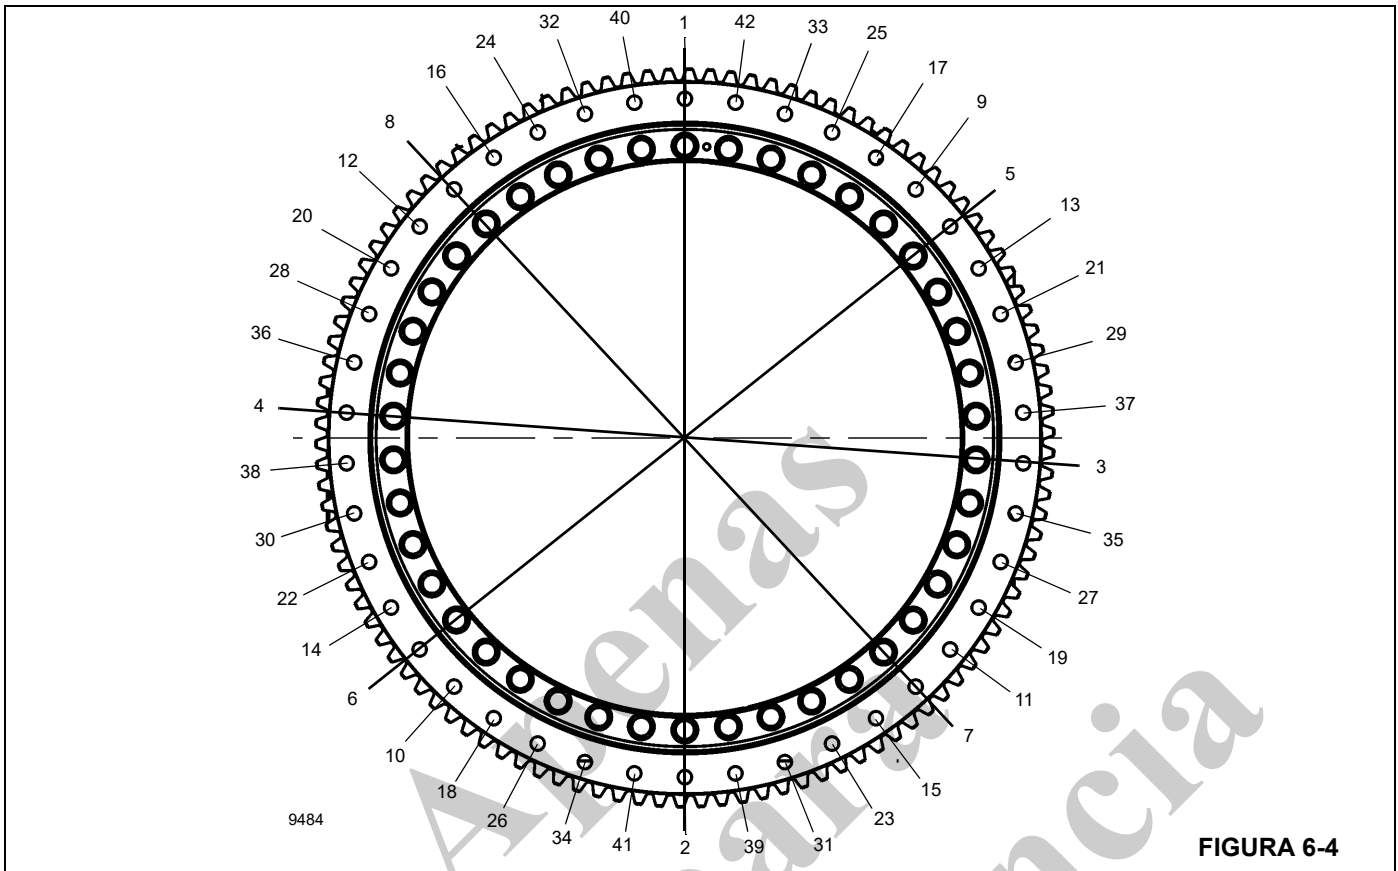

FIGURA 6-4
A pista interna do rolamento é fixada na torre por 42 parafusos M24 x 150 mm de grau 10,9 (Figura 6-4). A pista externa do rolamento é fixada na estrutura do transportador por 42 parafusos M24 x 150 mm, de grau 10,9 (Figura 6-4).
3. Aperte todos os parafusos até 80% do valor de torque total de 790 Nm \pm 35 Nm (582.7 lb-pés \pm 26 lb-pés) seguindo uma sequência de padrão em estrela como mostrado na Figura 6-4 começando com o parafuso número 1.
3. Aperte todos os parafusos até 80% do valor de torque total de 790 Nm \pm 35 Nm (582.7 lb-pés \pm 26 lb-pés) seguindo a sequência de padrão em estrela conforme mostrado na Figura 6-4 começando pelo parafuso número 1.